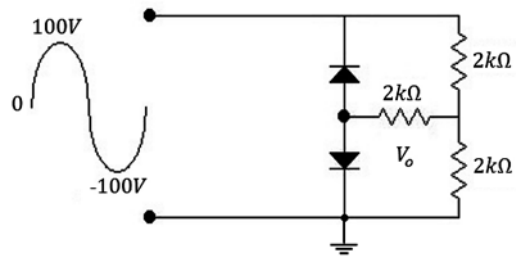

Figura 3.59 Ejercicio de aplicación. Fuente: Elaboración propia
h) Hallar el voltaje sobre la carga para el circuito de la figura 3.59 con diodos ideales.